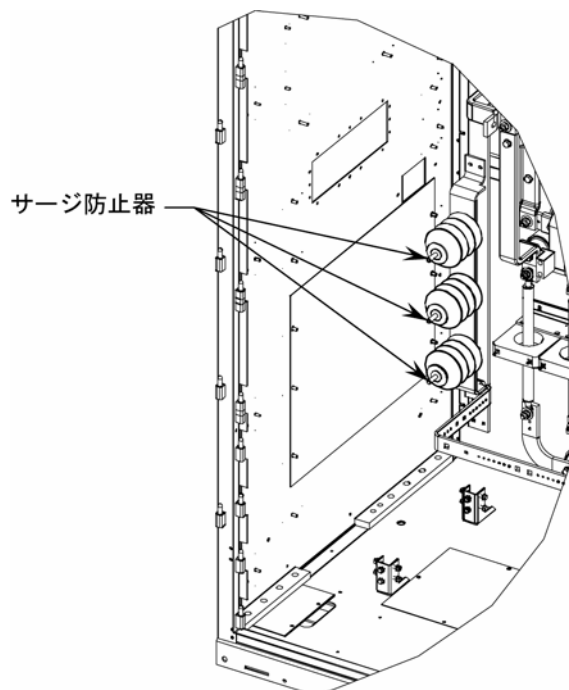

図 5.9 サージ防止器
6. リングラグと 6.4 mm (1/4 インチ)のハードウェアを元の位置に取り付けます(図 5.9を参照してください)。